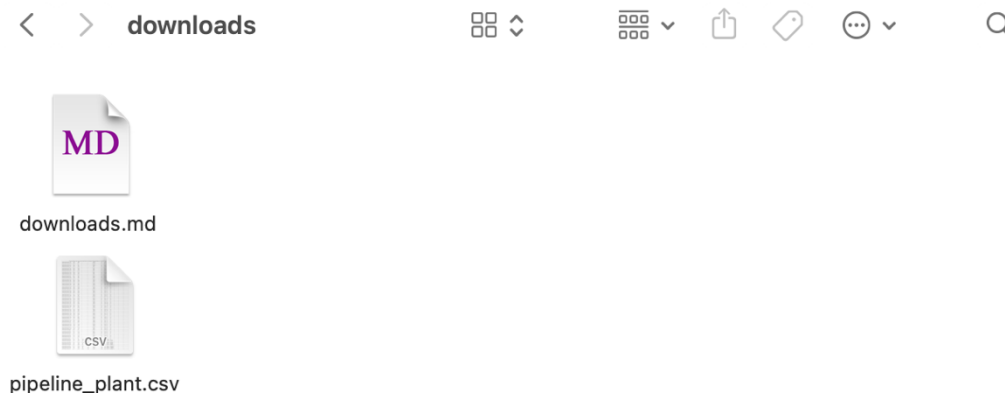

Figura 2.7. Descargas en la carpeta *cno_solar/downloads* del tab CEN.
- Se generan archivos según la arquitectura de la planta fotovoltaica (i.e., por inversores y para la planta completa) y se alojan en la carpeta *cno_solar/downloads*. Por ejemplo, observe en la Figura 2.7 un archivo: uno para la planta completa, correspondiente a la adición de la producción de los dos subarrays y escalado según el número de inversores —i.e., uno—.